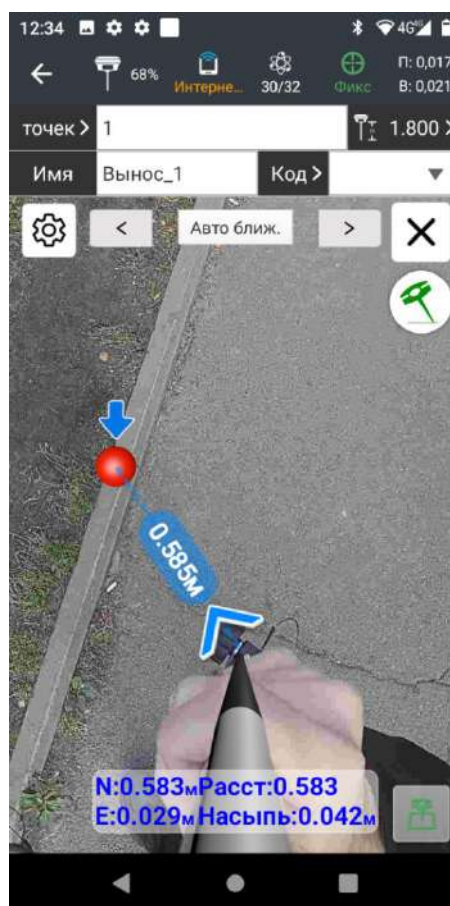

Рис. 2.66
4. По мере приближения к проектной точке активируется **нижняя камера приёмника**, на которой будет видно точку выноса и виртуальное наложение модели остря вехи (Рис. 2.66).